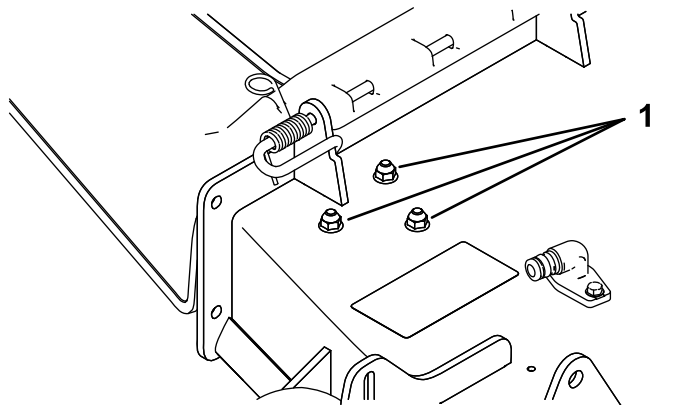

Figura 5
- Retire los pernos y las tuercas del lugar indicado en la Figura 5.